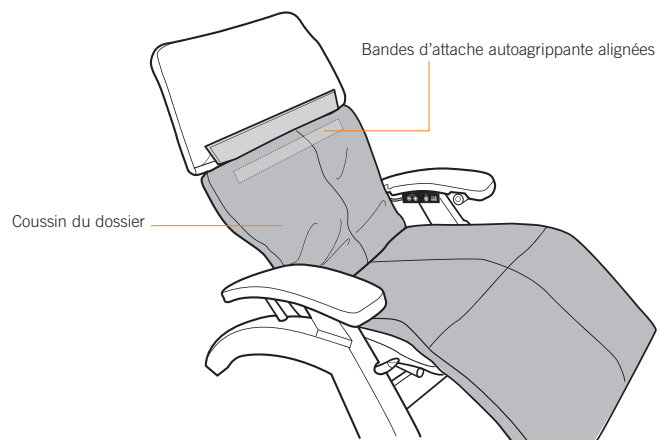

Fig.24
5. Tirez vers le haut sur le coussin de dossier jusqu'à ce que la bande de fixation autoagrippante à l'arrière du coussin s'aligne avec la bande de fixation autoagrippante sur la toile du fauteuil, puis appuyez fermement les deux bandes l'une contre l'autre (Fig. 24).